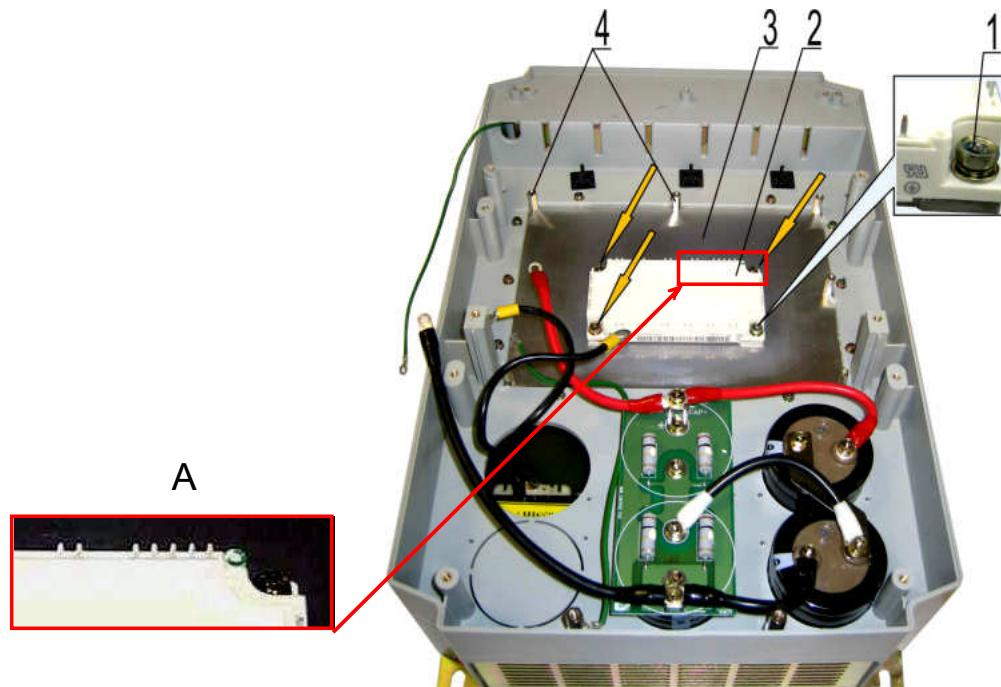

Рис. 7.10
7.5.5. Установить матрицу 2 над отверстиями радиатора 3 (рис. 7.10), при этом контакты матрицы должны быть ориентированы, как показано на виде А. Матрицу слегка притереть к радиатору.
7.5.6. Вкрутить четыре винта 1 в отверстия матрицы для ее предварительного крепления (рис. 7.10, желтые стрелки).
7.5.8. Совместить отверстия платы с резьбовыми отверстиями стоек 4 и выводами матрицы 2 (рис. 7.10). Установить плату в корпус. Закрепить плату пятью винтами 1 (рис. 7.11, желтые стрелки).